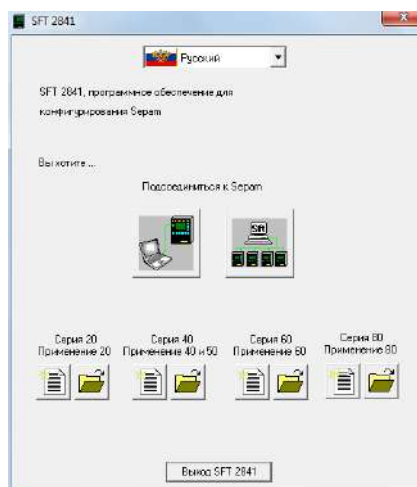

Рисунок 2.4 – Окно подключения SFT 2841
6. Запустить приложение SFT2841, в окне программы нажать кнопку  (рис. 2.4).